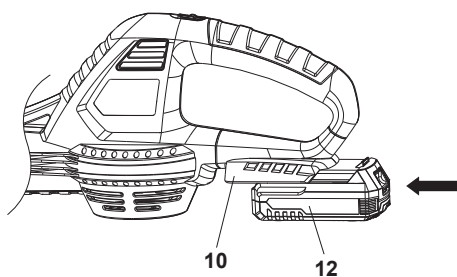

Fig. 3
1. Alinhe a bateria (12) com as ranhuras de encaixe da porta de ligação da bateria (10) e deslize a bateria (12) para a fixar. Garanta que esta está encaixada no devido lugar (Fig. 3).